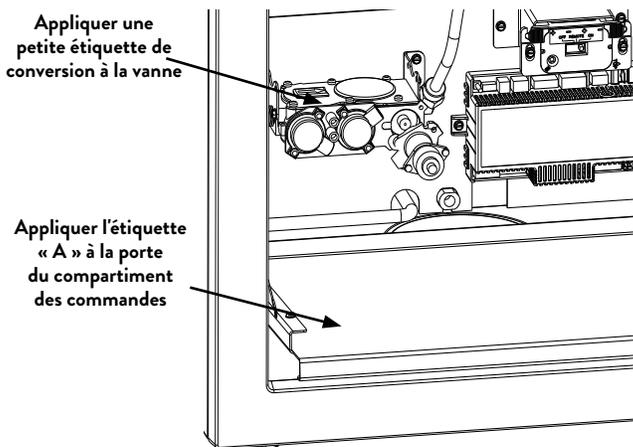

Figure 7.6.
- **Étiquette A** : s'applique à la porte du compartiment des commandes, près des instructions d'éclairage. Figure 7.6.